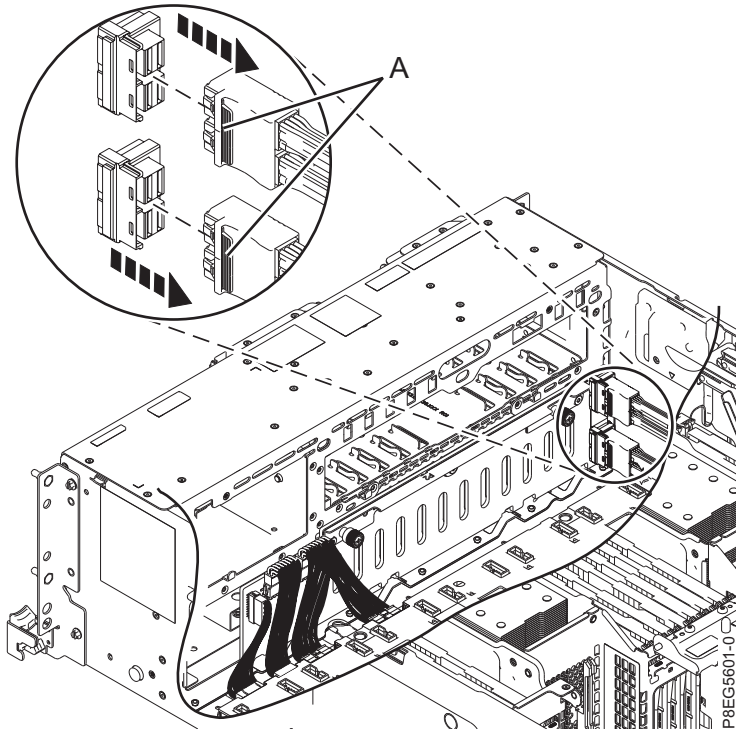

Figure 3. Déconnexion des câbles SAS avant
4. Étiquetez les câbles SAS avant en prêtant attention aux connecteurs auxquels chaque câble est connecté sur le fond de panier d'unité de disque et la carte interne SAS RAID. Déconnectez les câbles SAS avant du fond de panier d'unité de disque en appuyant sur le taquet (A) et en débranchant le câble, comme indiqué dans la figure 3, à la page 6.